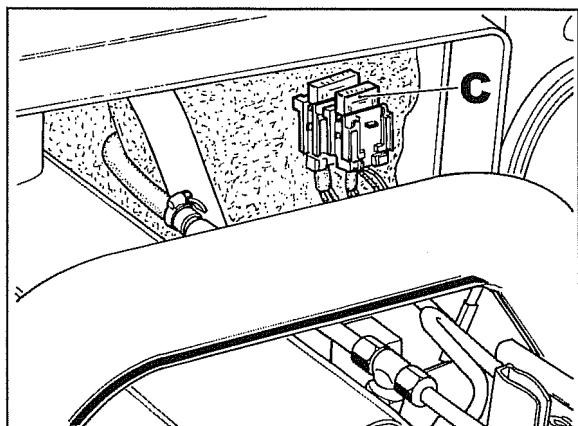

Fig. 3
- 1 Controlar a integridade do fusível **C** fig. 3 como protecção do sistema da tomada de força dianteira.